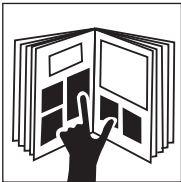

Figure 2/ Ilustración 2
- For personal safety and proper operation of this equipment, read and follow all these instructions carefully. (See Figure 2)
- Para operar este equipo adecuadamente y para seguridad personal, lea detenidamente y siga las instrucciones con cuidado (vea la ilustración 2).